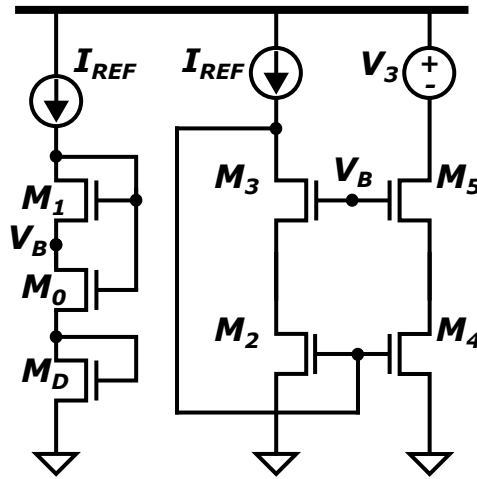

Figura 4:
b) La topología *wide swing cascode* de la figura 4 permite mejorar la polarización del circuito anterior.